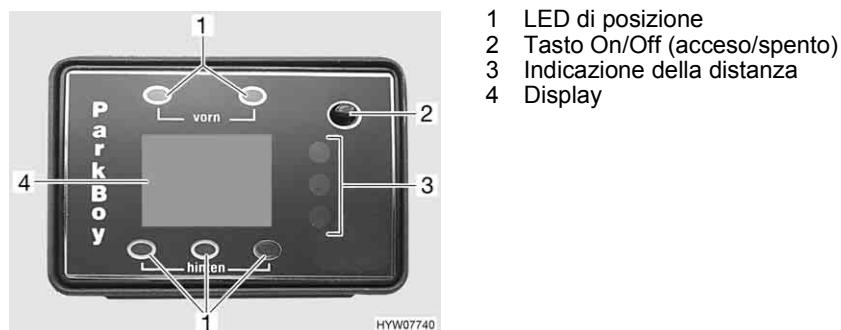

Fig. 11 Centralina di controllo del sensore di controllo distanza durante il parcheggio
Nella zona passeggeri, una centralina di controllo con display (Fig. 11) indica la distanza dall'ostacolo. Contemporaneamente viene emesso un segnale acustico come segnale di avvertenza.
- ▷ Quando si accende il motore, il sensore di controllo distanza durante il parcheggio effettua automaticamente un controllo del sistema. Tutti i diodi luminosi e i segmenti (barre del display) si accendono brevemente e viene emesso un segnale acustico (bip). Se - dopo il controllo del sistema - lampeggia il LED rosso dell'indicazione della distanza (Fig. 11,3) e viene emesso un segnale acustico d'allarme che si ripete velocemente, il sistema ha riconosciuto un difetto del sensore. Il sensore difettoso viene visualizzato sul display (Fig. 11,4).
- Premere il tasto On/Off (acceso/spento) (Fig. 11,2).
- Indipendentemente dal modo in cui è stato acceso, il sensore di controllo distanza durante il parcheggio può venire spento in qualsiasi momento mediante il tasto On/Off (acceso/spento) (Fig. 11,2).
Il display (Fig. 11,4) indica la distanza in passi di circa 5 cm. Il sensore indica sempre la distanza più breve rilevata. L'accendersi del rispettivo LED di posizione (Fig. 11,1) indica quale sensore ha effettuato la misurazione.
I tre diodi luminosi di colore diverso (Fig. 11,3) costituiscono il secondo modo di rilevazione. La successione dei colori da verde a giallo a rosso, segnala l'avvicinamento a un ostacolo.